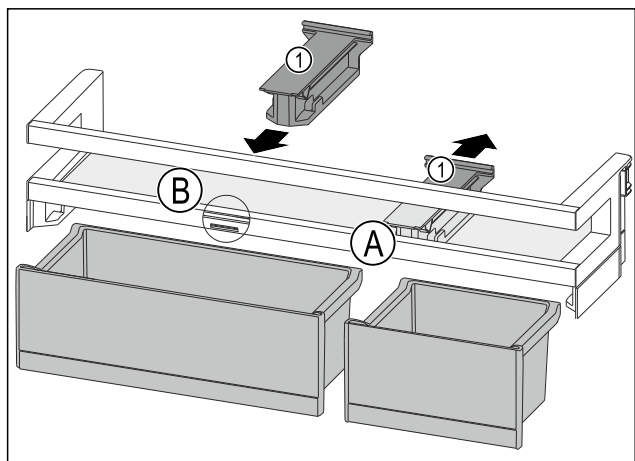

Fig. 224
- ▶ Držák Fig. 224 (1) v poloze Fig. 224 (A) stáhněte dozadu.
- ▶ Držák Fig. 224 (1) vložte v poloze Fig. 224 (B).